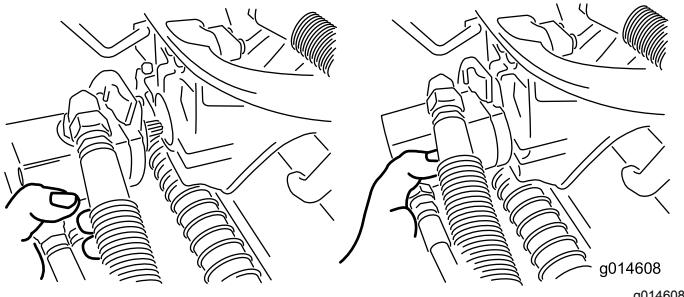

図 36
3. 外したモータは、サスペンションアームの前部にある一時保管位置にセットしておく図 36。